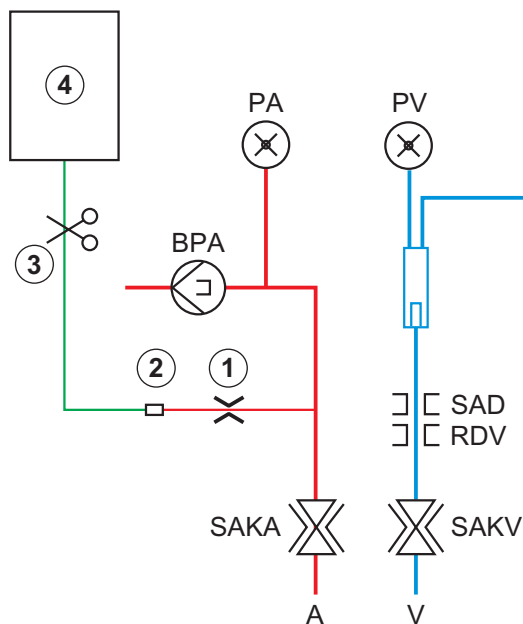

Bild 6-10 Konfiguration för bolus
Om en HD-maskin används måste infusionsslangen vara ansluten till en NaCl-påse via Y-kopplingen på blodslangsetet (se Bild 6-10 Konfiguration för bolus (140)).
- Häng primingpåsen med fysiologisk koksaltlösning (Bild 6-10 , ④ ) vid droppstativet.